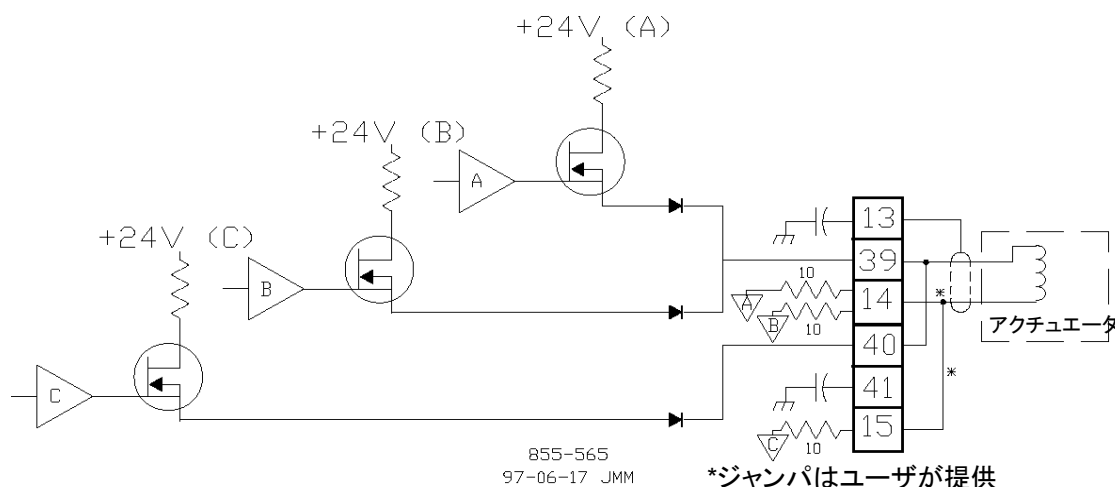

図 4-11. シングルコイルアクチュエータ配線図の例
5009FT制御システムは、各アクチュエータまたはサーボに冗長アクチュエータ出力を使用するように設計されています。アクチュエータフィールド終端モジュールの端子板でアクチュエータ出力フィールド配線終端処理が行われます。各アクチュエータFTMには、2つのアクチュエータ出力ドライバおよび2つのRVDTまたはLVDTポジションフィードバックデバイス用の終端点があります。各FTMは2つのアクチュエータ出力を駆動することができますが、冗長性の理由から、単一のバルブを駆動する2つのアクチュエータは異なるFTMを起源とします。冗長アクチュエータ出力が使用されるとき、冗長ポジションリゾルバフィードバックはサポートされません。デュアルコイルアクチュエータの場合、1つのドライバが各コイルに結線されている必要があります。シングルコイルアクチュエータの場合、冗長ドライバをコイルに並列に結線してください。サポートされるポジションリゾルバの概略図については、図 4-11を参照してください。
- 図4-11にフィードバック概略図を示します。
潜在故障検出(LFD)は、すべての用途または回路で使用できるわけではありません。制御システムのLFD論理は、DC18～32V、DC100～150V、AC88～132Vのいずれかの電圧を使用する回路でのみ、機能することができます。LFDを機能させるために、回路の負荷にわずかな漏れ電流が流されます。図4-11、4-12、4-13を参照してください。負荷の大きさによっては、リレー接点が開いているときに、この漏れ電流が負荷をオンまたはアクティブの状態にする可能性があります。この場合、個別リレーのLFD論理を無効にして漏れ電流をなくすことができます。